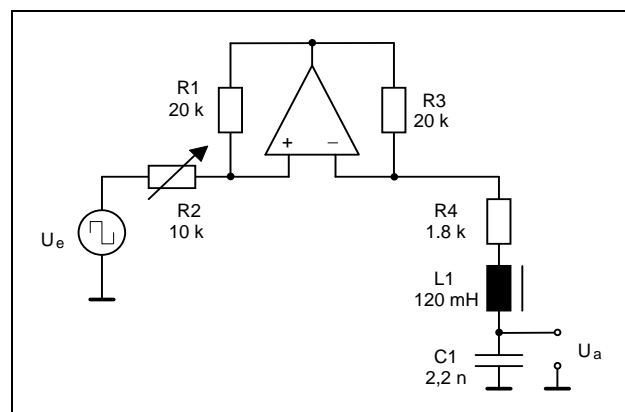

Bild 4: entdämpfter Reihenschwingkreis mit NIC
- 2.2. Berechnen Sie für den LC-Reihenschwingkreis im Bild 4 den Dämpfungsgrad und beurteilen Sie die zu erwartende Form der Ausgangsspannung für eine rechteckförmige Eingangsspannung mit  $f_e \ll f_0$ . Berechnen Sie die Eigenfrequenz  $f_0$  des Schwingkreises.
Bauen Sie zunächst den passiven LC-Reihenschwingkreis mit R4/L1/C1 aus Bild 4 auf. Legen Sie eine rechteckförmige Spannung mit  $U = 2V_{ss}$  und  $f = 500$  Hz an. Vergleichen Sie die Ausgangsspannung mit Ihren Überlegungen aus Punkt 2.2.